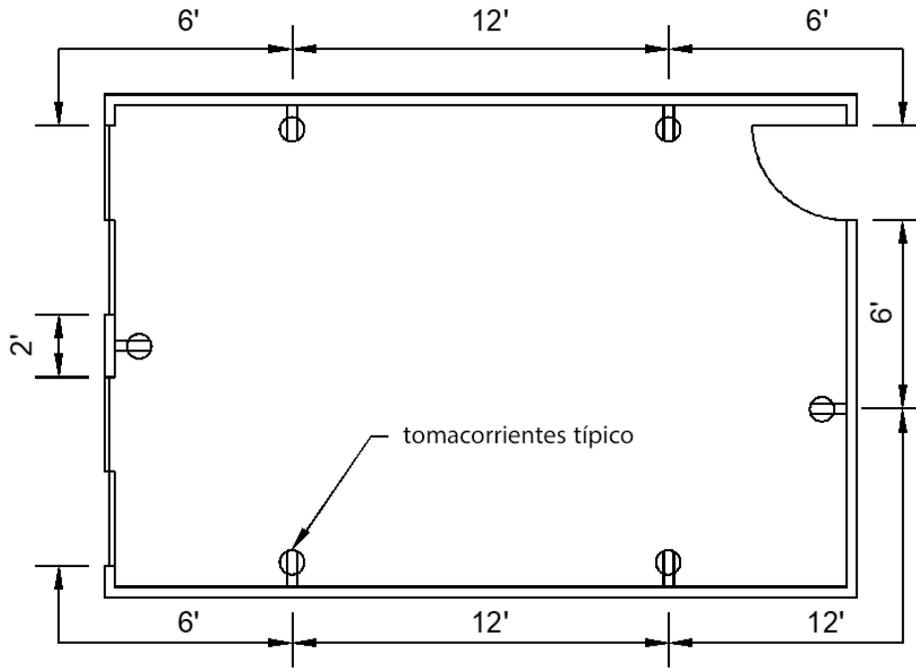

FIGURA 12: DISTRIBUCIÓN TÍPICA DE TOMACORRIENTES
- Los tomacorrientes se colocarán de acuerdo con FIGURA 12.